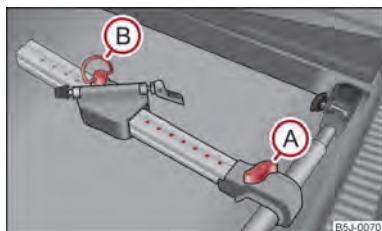

Fig. 54 Montaggio del portabiciclette
- Montare il portabiciclette approvato sulla traversa, dopo aver sollevato la vite (A) spingere il longherone (parte di alluminio) sulla traversa fino allo scatto in sede e girare la vite (A) nel dado ⇒ fig. 54.
- Allentare ed estrarre la vite (B) sulla parte mobile del portabiciclette, successivamente portare la parte mobile del portabiciclette, a seconda della dimensione della bicicletta, in una delle tre posizioni.
- Inserire e serrare la vite (B) nella posizione desiderata.